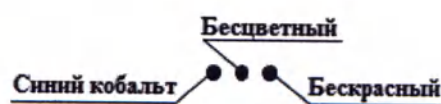

Рис. 10
- Поверните рычаг смены фильтра, световое пятно должно иметь три вида цветового разнообразия (рис. 10).